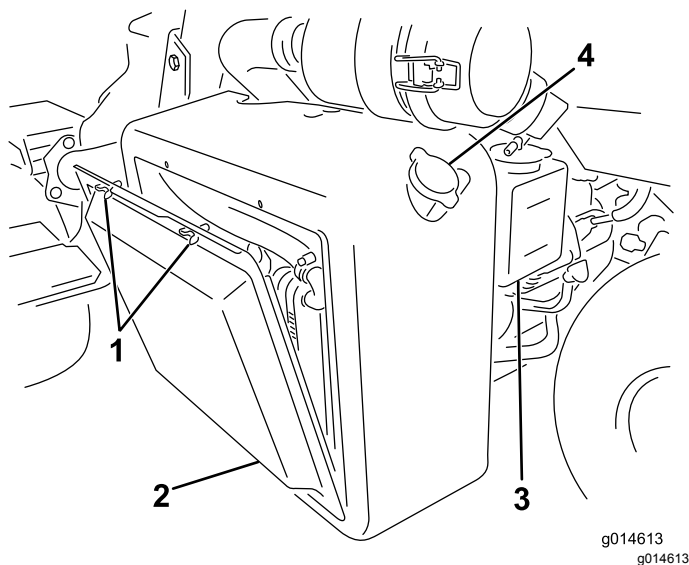

Рисунок 50
1. Снимите решетку радиатора (Рисунок 50).